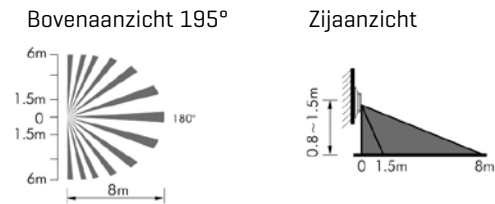

Fig 2: aanlooproute
5. Aanlooproutes: Het detectieveld dwars i.p.v. rechtstendig plaatsen geeft het beste resultaat [Fig. 2].